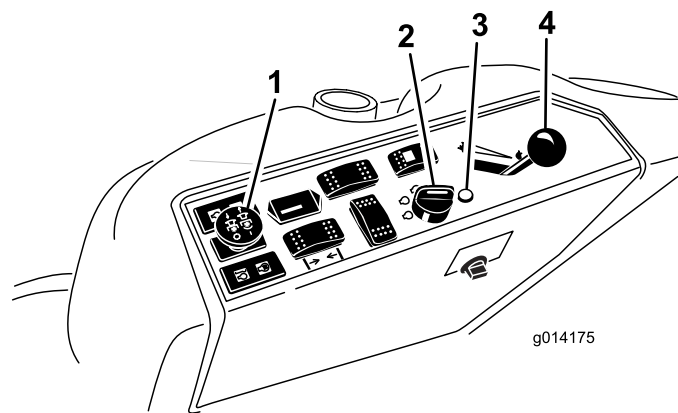

图19
4. 将动力输出PTO开关移至关闭位置图19。
5. 将油门杆移至快速与慢速位置中间图19。